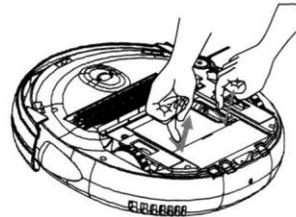

Рис.4
2. Откройте отсек для установки аккумуляторов (рис.4);